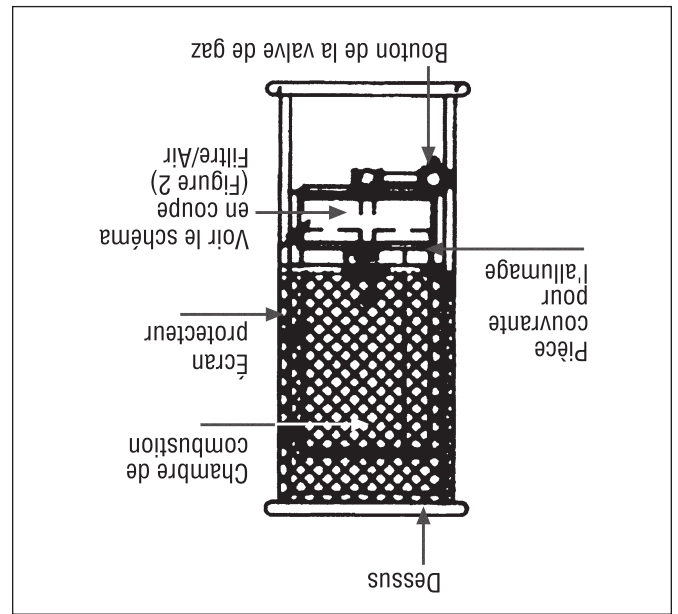

Figure 1
8. Faites tourner le bouton de la valve de gaz en sens anti-horaire jusqu'à la position " ON " (voir figure 1). Le brûleur s'allumera. **NE FAITES PAS fonctionner le brûleur dans une position autre que " ON ".**